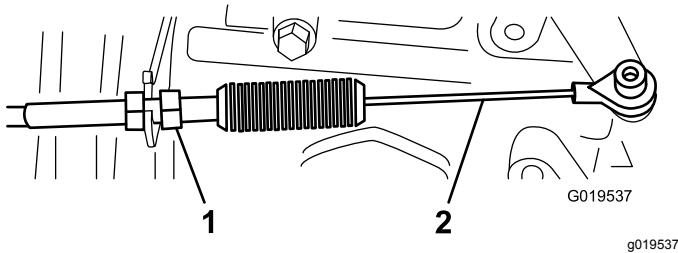
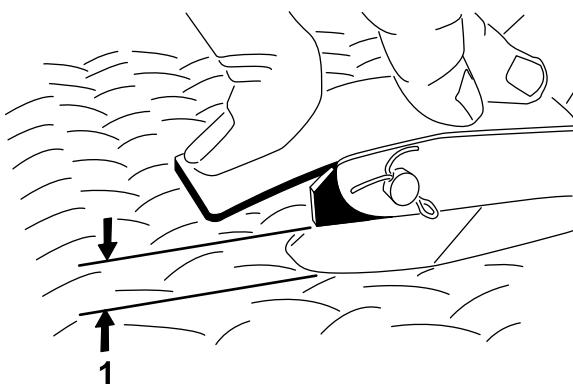

図 62
図 63
2. アクセルペダルの中央部を 11.3 kg の力で踏んだときに、ペダルと床のすきまが 2.54-6.35 mm となるようにアクセルケーブル図 62 のボールジョイントを調整する図 63。
3. ロックナットを締めつける図 62。